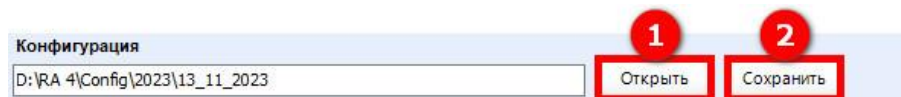

Рисунок 328 – Выгрузка/загрузка конфигурации параметров НСИ
Чтобы произвести выгрузку конфигурации в файл, необходимо после заполнения всех необходимых полей формы, нажать кнопку **Сохранить** (2) (см. рисунок 328) и в открывшемся окне указать наименование конфигурации и путь, по которому конфигурация будет сохранена.